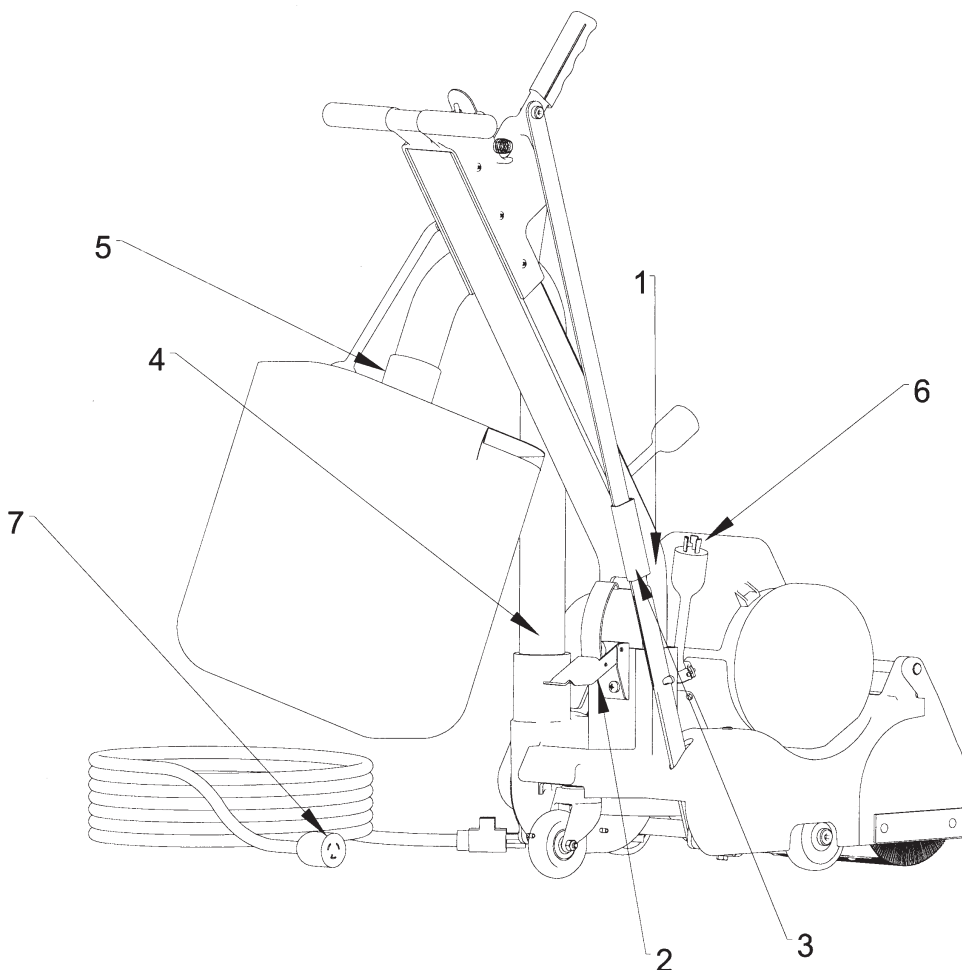

Figure 1
1. Pour transporter la machine, retirez la poignée, le tuyau à poussières et le sac. Suivez les étapes illustrées à la figure 1.
Pour installer la machine, suivez les étapes illustrées à la figure 1 :